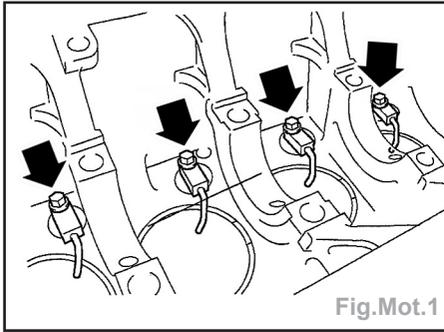

Fig.Mot.1
- Déposer les gicleurs de fond de pistons (Fig.Mot.1).